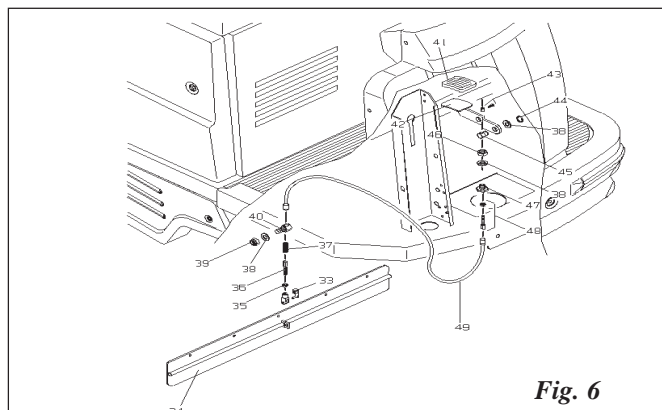

Fig. 6
7.8 SUSTITUCIÓN Y REGULACIÓN DEL CABLE ALZA-FLAP (Fig. 6)